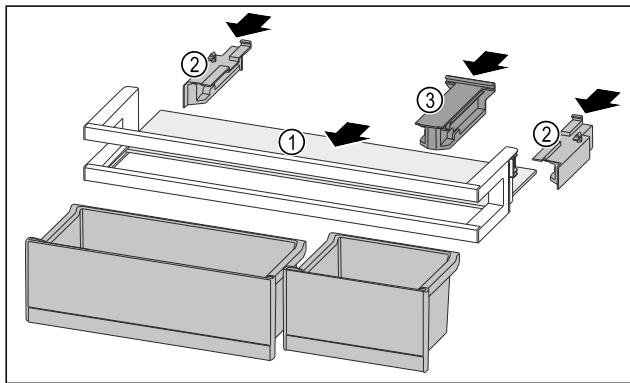

Fig. 216
- ▶ Вдвиньте съемную полку Fig. 216 (1) в боковые пазы.
- ▶ Установите боковые части Fig. 216 (2).
- ▶ Смонтируйте крепление Fig. 216 (3).